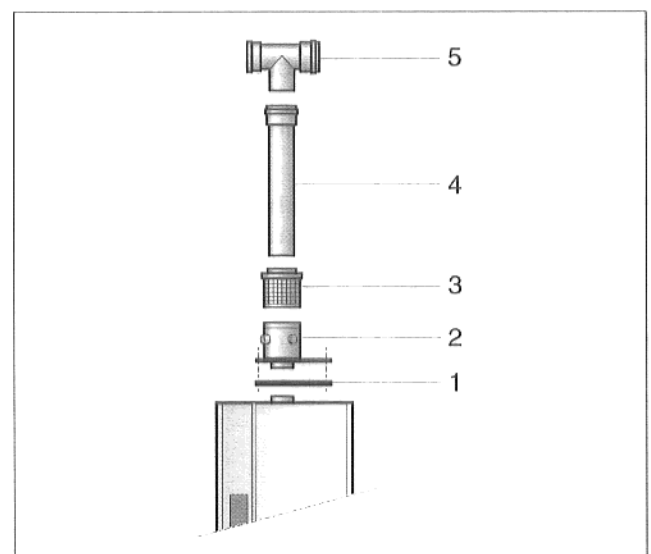

Abb. 6 Montage Kesselanschluß
- Konzentrische Anschlußplatte (Abb. 6, Pos. 2) mit Dichtung (Abb. 6, Pos. 1) am Heizkessel montieren.
- Zuluftgitter (Abb. 6, Pos. 3) aufstecken.
- Rohr (Abb. 6, Pos. 4) und Revisions-T-Stück (Abb. 6, Pos. 5) aufstecken.